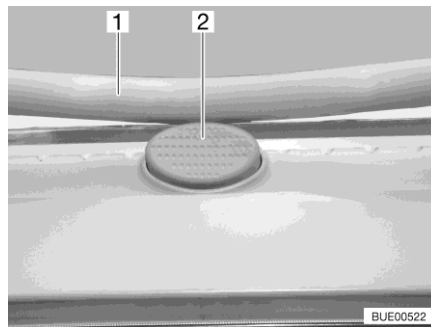

Bild 108 Sicherungsknopf (Heki-Dachhaube)
- Den Sicherungsknopf (Bild 108,2) drücken und den Bügel (Bild 108,1) mit beiden Händen nach unten ziehen.
- Den Bügel mit beiden Händen nach oben drücken, bis der Bügel oberhalb des Sicherungsknopfes (Bild 108,2) liegt.